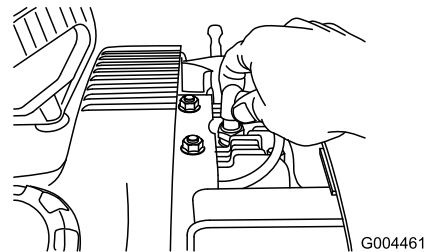

Figure 46
4. Dissociez le couvercle de moteur avant du couvercle de moteur arrière et débranchez la bougie (Figure 46).